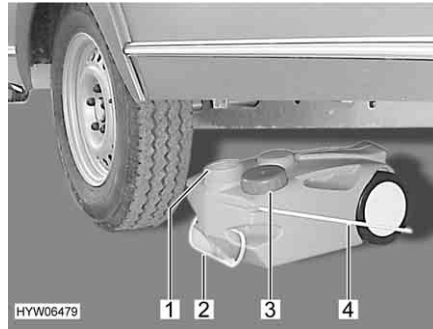

Bild 184 Avloppstank, mobil
- Stäng avloppstankens öppning (Bild 184,1) med locket (Bild 184,3).
- Drag i handtaget (Bild 184,2) för att dra ut avloppstanken.
- Fäll upp bärhandtaget (Bild 184,4) och ställ upp avloppstanken.